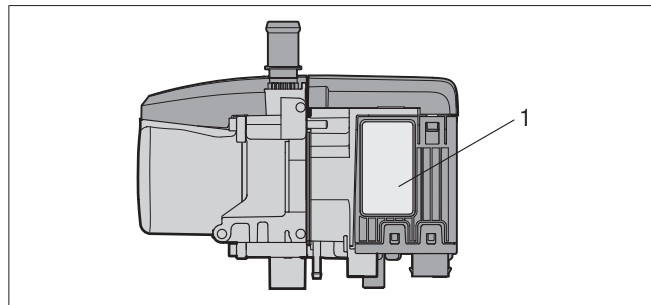

Bild 10
Typskylten (1) sitter på värmarens sida. Den andra typskylten (dubbel) följer med värmaren och måste fästas väl synlig på fordonet se Bild 10.